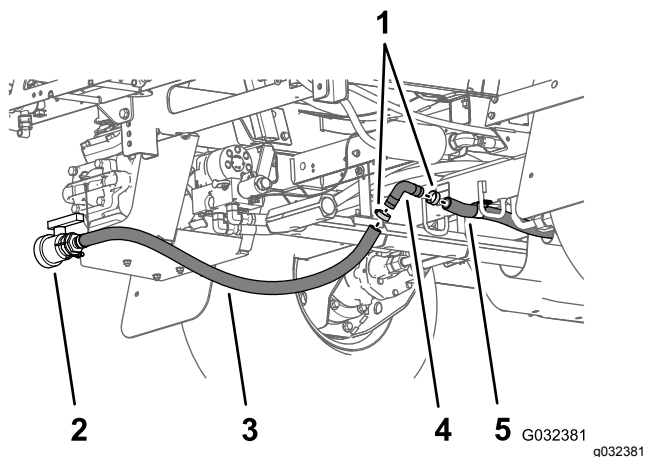
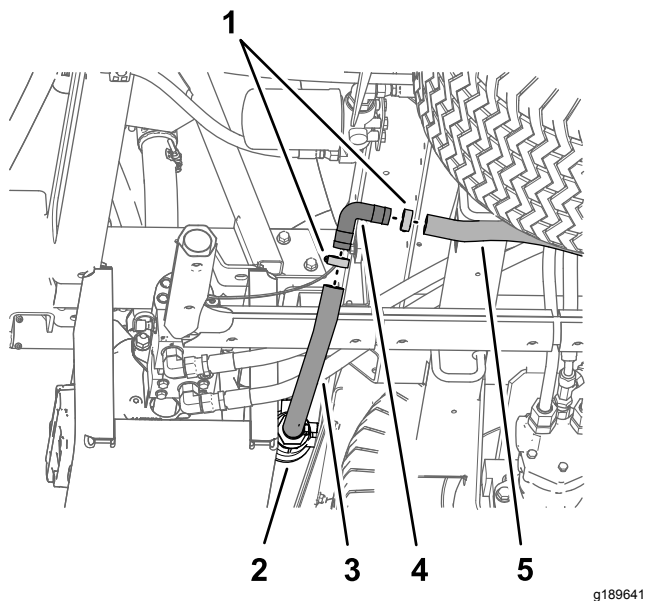

Figura 46
Figura 47
8. Inserite il raccordo dentellato a 90° rimosso in precedenza nella fase 3 nel flessibile della valvola di spurgo e nel flessibile di spurgo del serbatoio posteriore (Figura 46 e Figura 47).
9. Fissate il raccordo dentellato a 90° e i flessibili di spurgo con i 2 morsetti del flessibile rimossi alla fase 2 (Figura 46 e Figura 47).